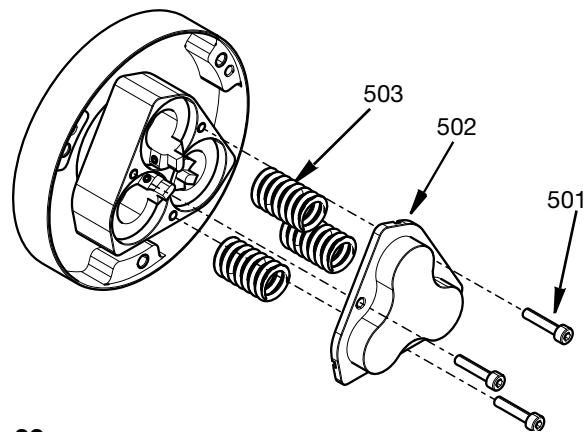

FIG. 32
13. Steek de veren (503) in de zuigers, plaats het cilinderdeksel (502) over de veren en bevestig deze met drie M4-schroeven (501) aan het cilinderhuis. Draai aan tot 3,3 N•m (29,2 in-lbs). Zie FIG. 32.